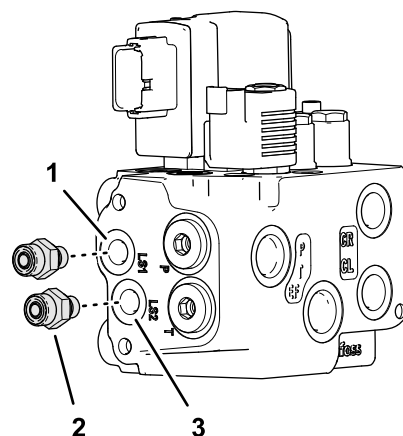

Figura 78
1. Monte 2 acoplamientos hidráulicos rectos (-6 × 12 mm) en la válvula de dirección EHI (Figura 78) como se indica a continuación: